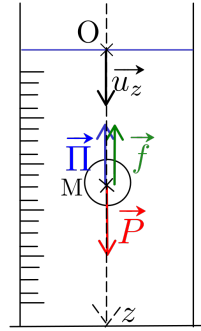

FIGURE TP18.1 – Schéma
- ◇ **Schéma** : cf. Figure TP18.1.